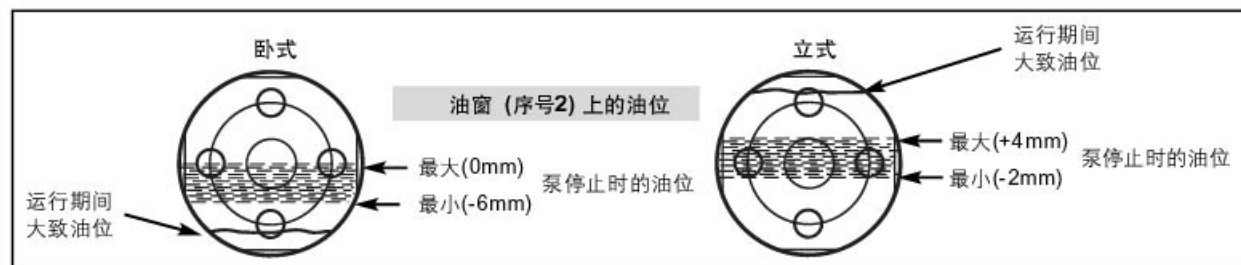

图9 WAU 251-2001
- 泵为立式时，油位应在油窗（图9）中线上方4mm。
要确保油位如图9所示，需关泵时确认油位。